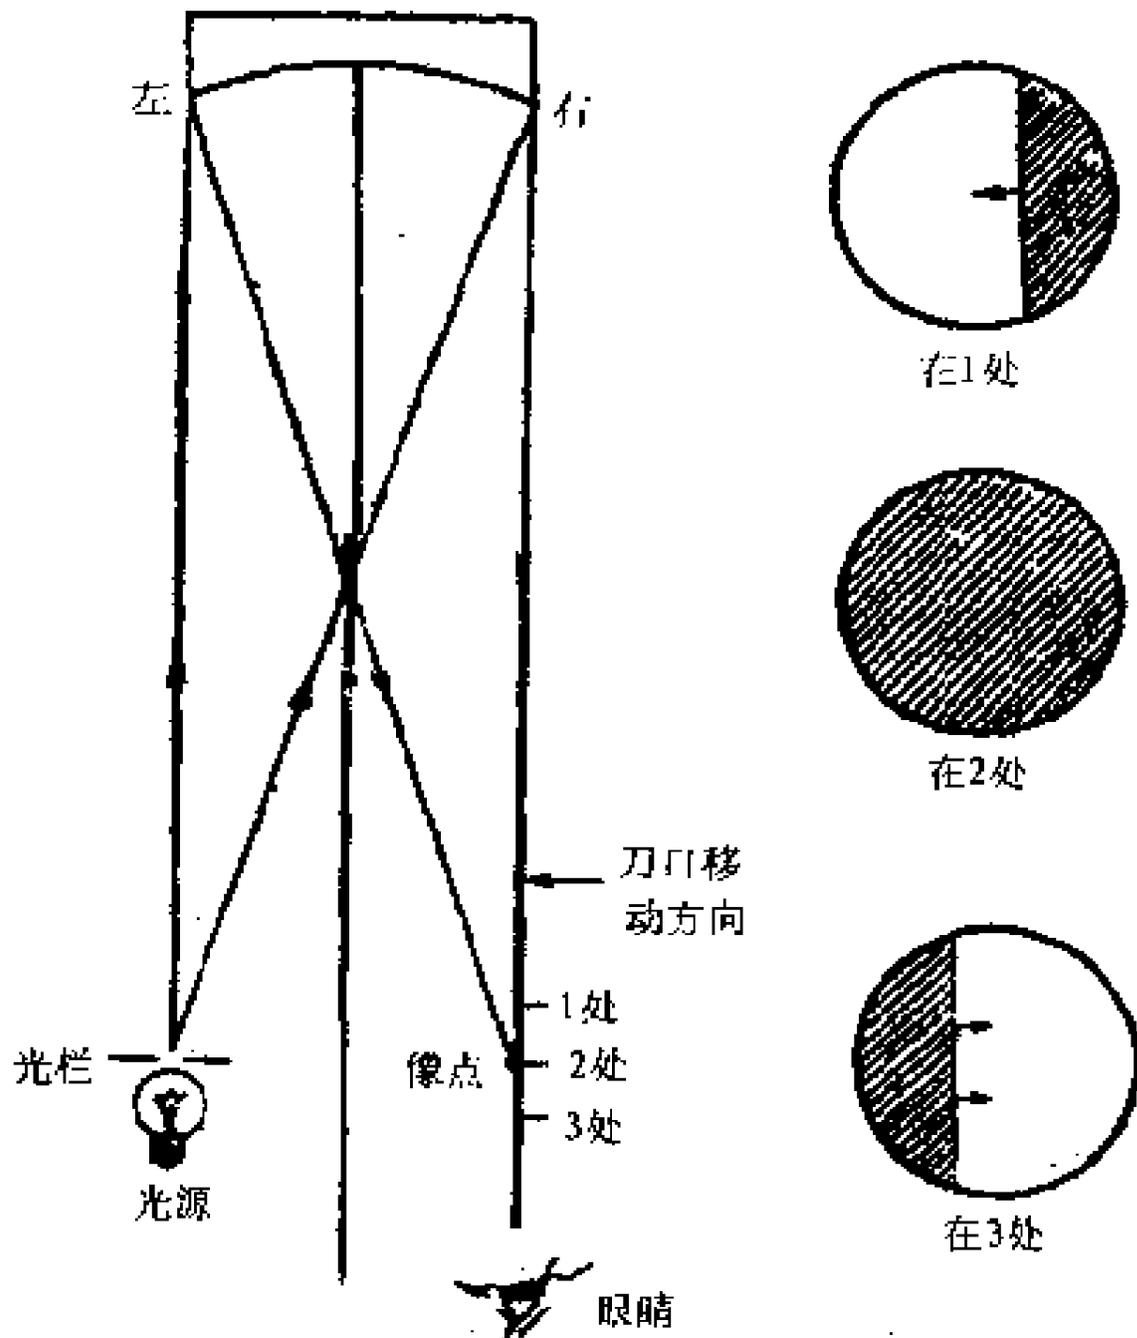

图 47 刀口检验法
(4) 物镜的检验和修正 检查所磨的镜面是不是准确的球面，常用刀口检验法，如图 47 所示。